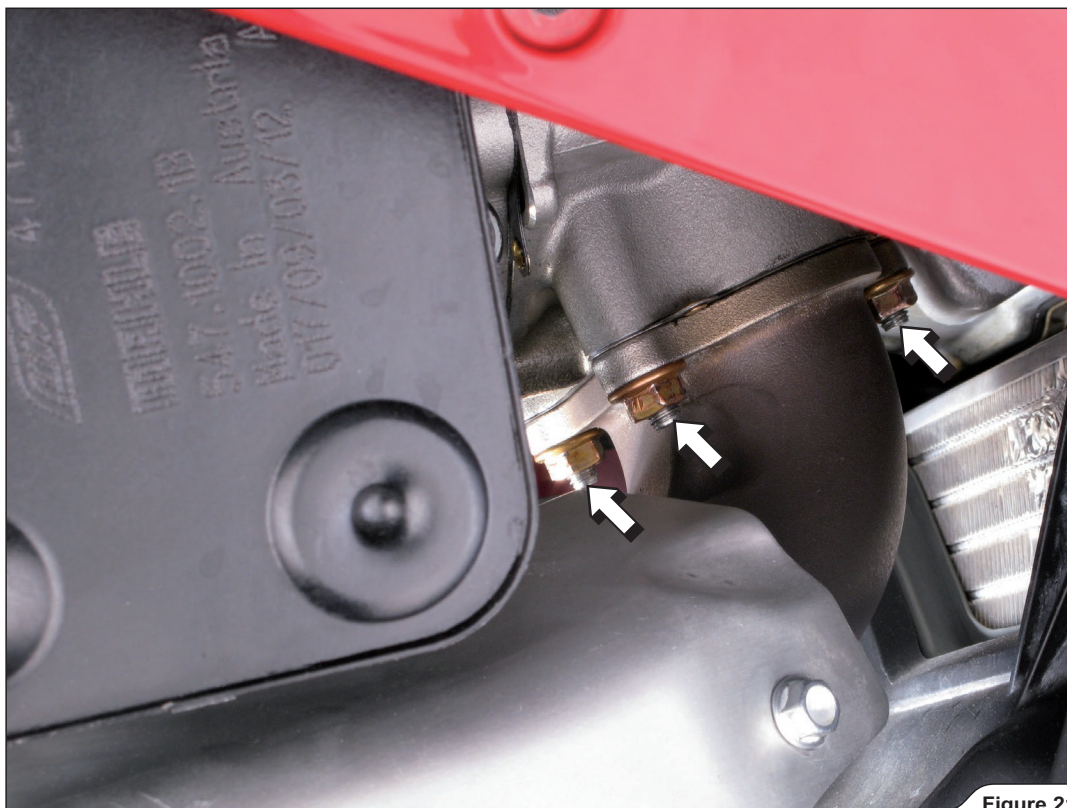

Figure 21
17. Desserrer les écrous indiqués et déposer avec soin le tuyau du collecteur avant du motorcycle (Figure 21).
17. Die angegebenen Muttern lösen, dann das vordere Krümmerrohr vorsichtig vom Motorrad entfernen (Figure 21).